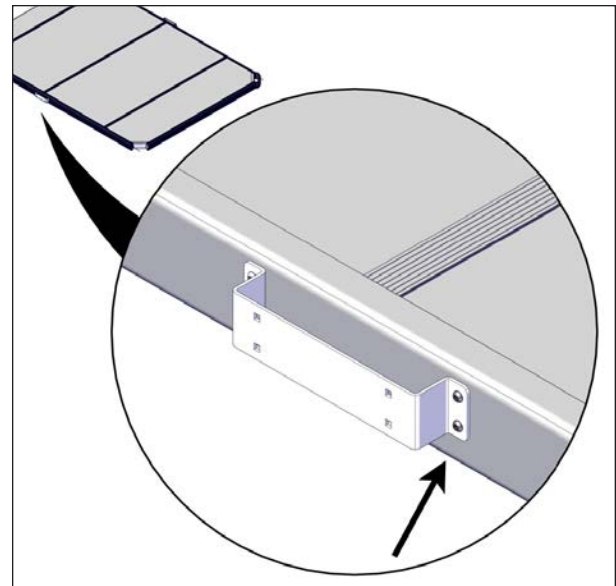

FIGURE 53: SERRAGE DES VIS DU SUPPORT DE MONTAGE
3. Lorsque l'étape précédente est terminée, utilisez une clé hexagonale de 5/32 po (4 mm) ou un embout de tournevis pour clé hexagonale pour bien serrer les vis à tête creuse de 1/4-20 x 1 po sur chaque support de montage, voir Figure 53. Ces deux vis doivent être bien serrées afin de maintenir les joints des profilés en I correctement comprimés.